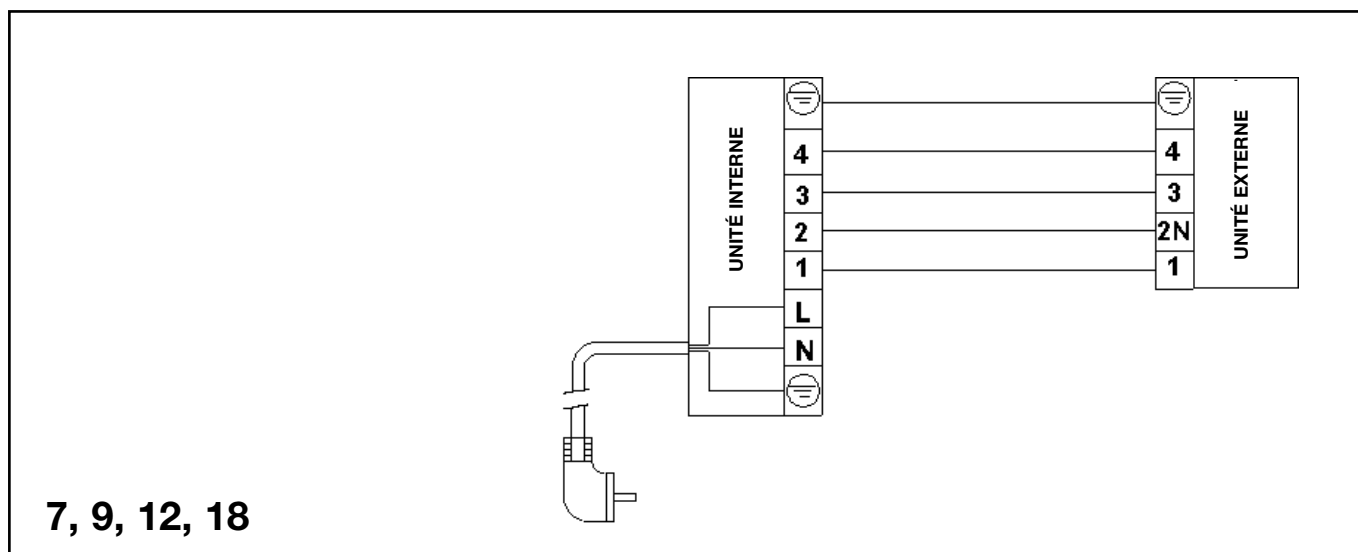

fig.17a
3. Connecter les câbles en fonction des indications figurant sur leurs extrémités (fig. 17a, 17b).
2. Connecter les câbles au bornier conformément aux indications figurant sur leurs extrémités et sur le bornier (fig. 17a, 17b)